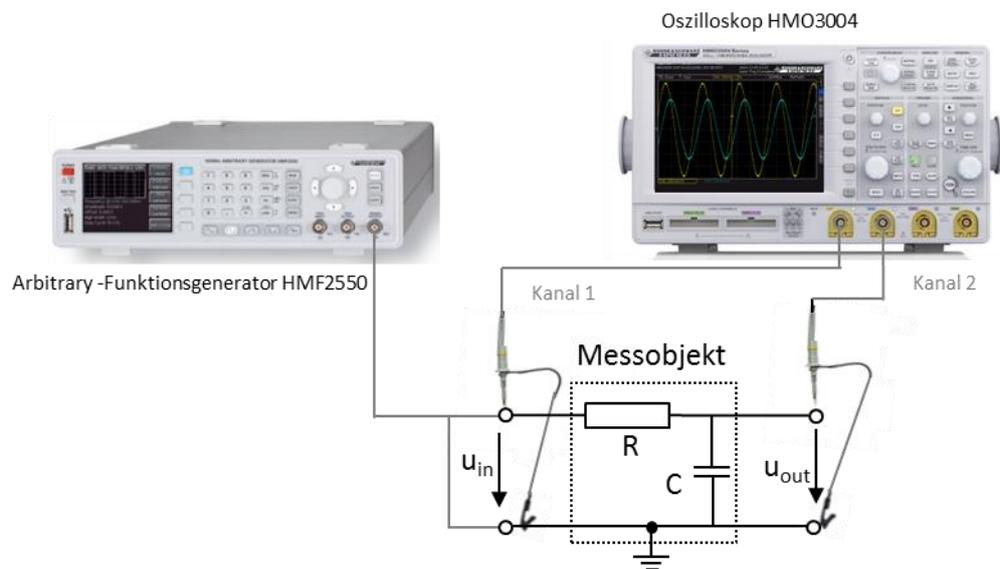

Bild 2-36: Messung der Filtercharakteristik mit dem Oszilloskop HMO3004
- Den Signalgeneratorausgang mit dem Filtereingang, wie in Bild 2-36 dargestellt, verbinden.
- Wie in Bild 2-36 dargestellt, einen Tastkopf und Massekabel mit dem Eingang des Filters verbinden. Den zweiten Tastkopf und Massekabel mit dem Ausgang verbinden. u_{in} wird mit CH1 und u_{out} mit CH2 gemessen.